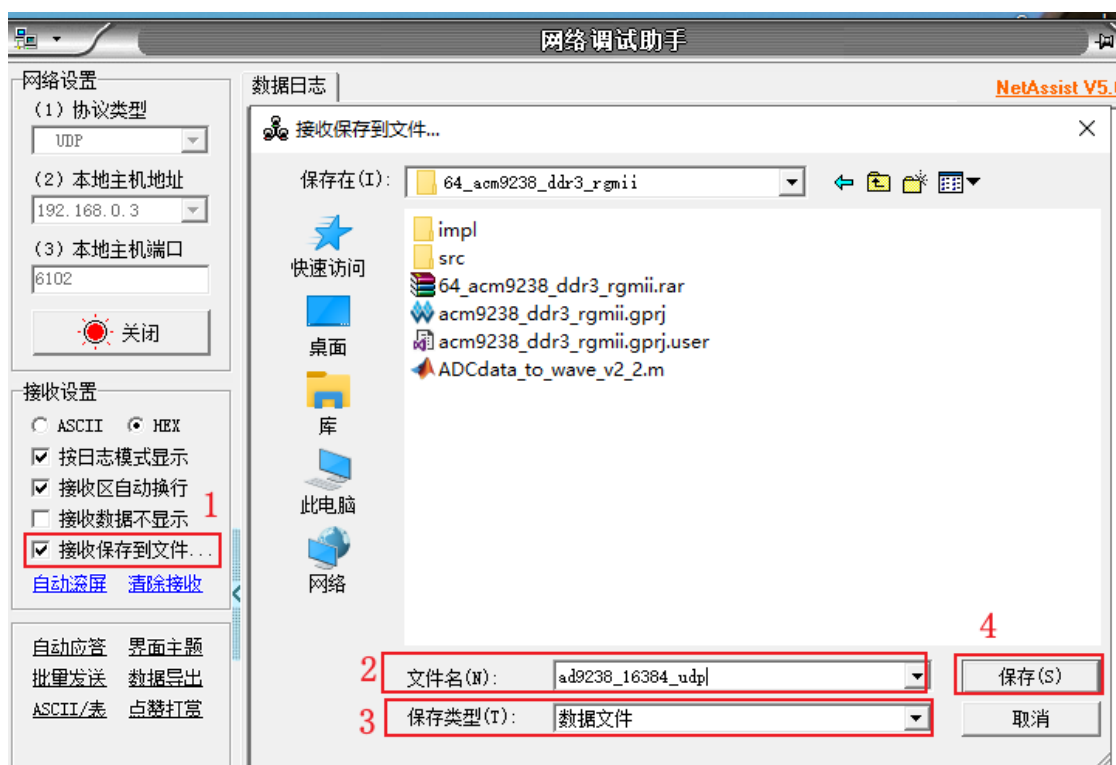

图 1-15 设置保存文件
7. 点击“接收保存到文件”这几个字，在弹出的界面中设置文件路径、文件名称，如下图 1-15 所示。这样在数据接收完成之后会保存一个数据文件。方便后面进行分析。